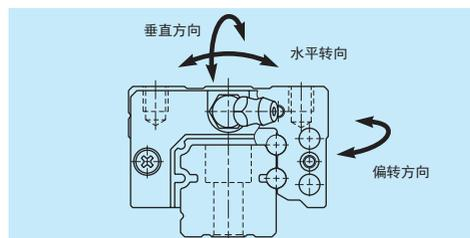

图 3.5 扭矩刚度
- 扭矩刚度：水平、垂直和偏转三个旋转方向的刚度（图 3.5）